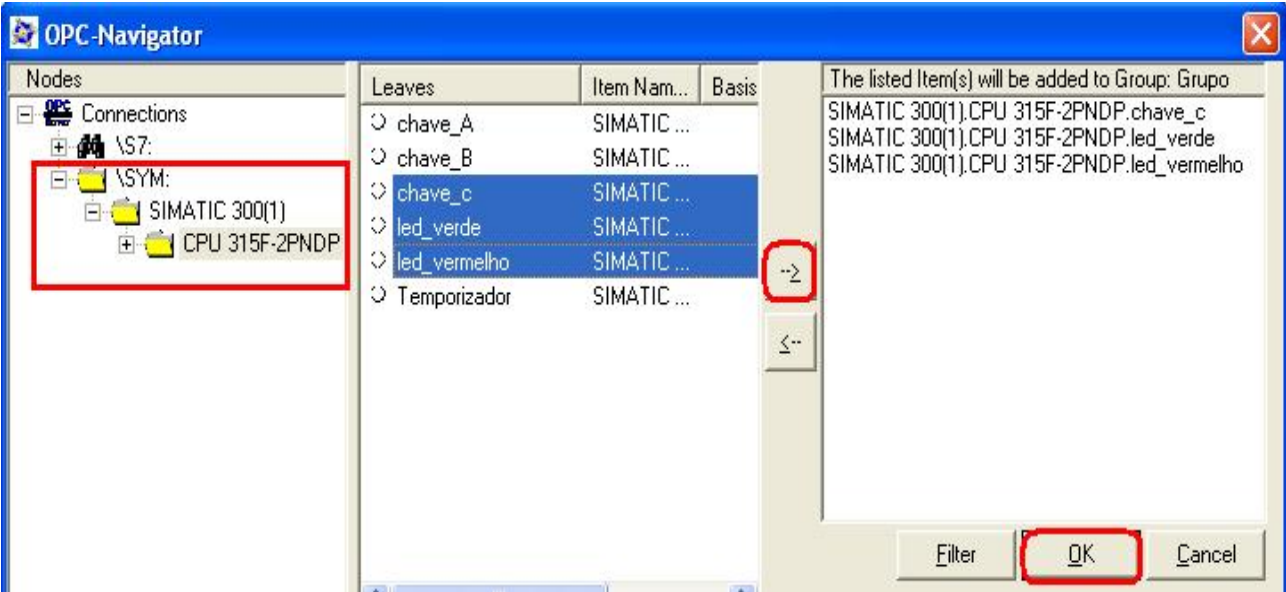

Figura 6.26: Escolha dos itens a serem monitorados.
- Passo 4: Após realizar o passo anterior, surgirá uma nova caixa com três colunas. Na coluna da esquerda você deverá expandir a árvore hierárquica até encontrar a CPU do nosso CLP. Ao clicar em seu ícone, surgiram na coluna do meio o símbolo das variáveis declaradas no programa do CLP, selecione aquelas a que você deseja monitorar e clique na seta que aponta para a coluna mais a direita. Feito isso, as variáveis que você escolheu serão copiadas para essa última coluna. Clique em OK para finalizar essa ação (ver figura 6.26) .